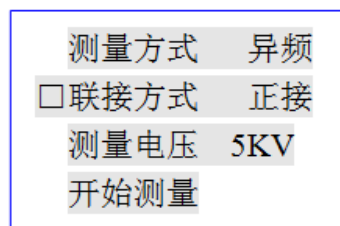

图 5 联接方式
- ② 按“确认”键，光标进入“测量方式 □ 工频”，按“↑”、“↓”键，则调整为“测量方式 □ 异频”，按“退出”键，光标移至首位，再按“↓”键，将光标移至下一排“联接方式”前，见图 5 所示。